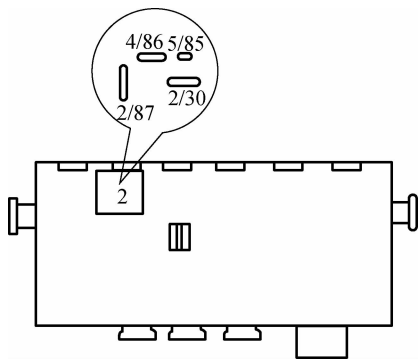
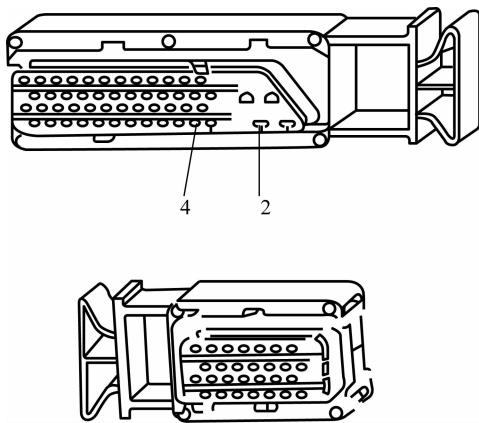

图 2-35 汽油泵继电器位置
图 2-36 测试盒端子图
(3)汽油泵继电器(J17)在中央电器继电器板 2 号位(见图 2-35),汽油泵继电器熔体在熔体盒 5 号位, $S^5=10\text{ A}$ 。汽油泵继电器控制着汽油泵、喷油器、空气质量计、活性炭罐电磁阀和加热氧传感器的电压供应。检查前应确保蓄电池电压正常,汽油泵继电器熔体正常。用测试线短接测试盒上端子 2 和 4(见图 2-36),接通点火开关,汽油泵继电器必须有动作声,否则检查汽油泵继电器线路,如果线路正常,更换汽油泵继电器。